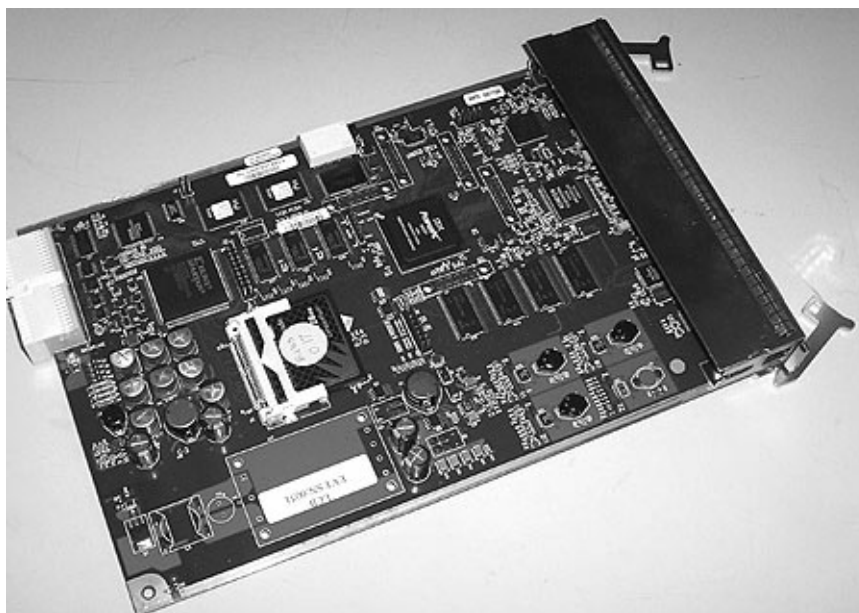

Abbildung 11-7. Kassettenarchiv-Steuer-Blade
5. Wurde das Kassettenarchiv-Steuer-Blade aus dem Steuermodul ausgebaut, legen Sie es vorsichtig auf einer sauberen, ebenen Oberfläche ab (siehe Abb. 11-7).
Wichtig: KEINE Komponenten auf der Firmware-Platine berühren (siehe Abb. 11-7). Die Firmware-Platine nur an der Metallabdeckung festhalten und mit der Hand unter der Metallerdungsebene am unteren Rand stützen.